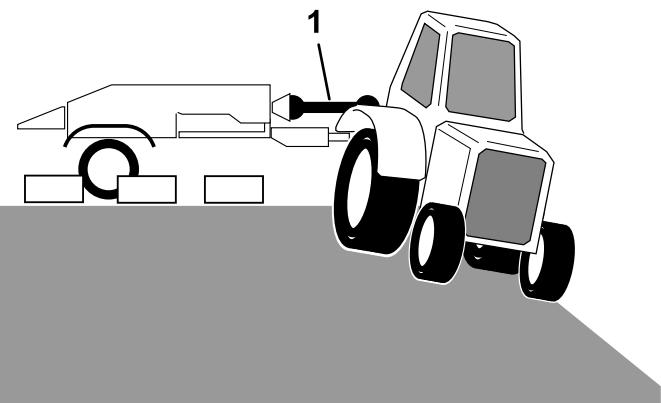

Bild 20
2. Stellen Sie die Traktor/Mäherkombination so, dass der Traktor eng hangabwärts wendet und der Mäher auf ebener Fläche ist (**Bild 20**).